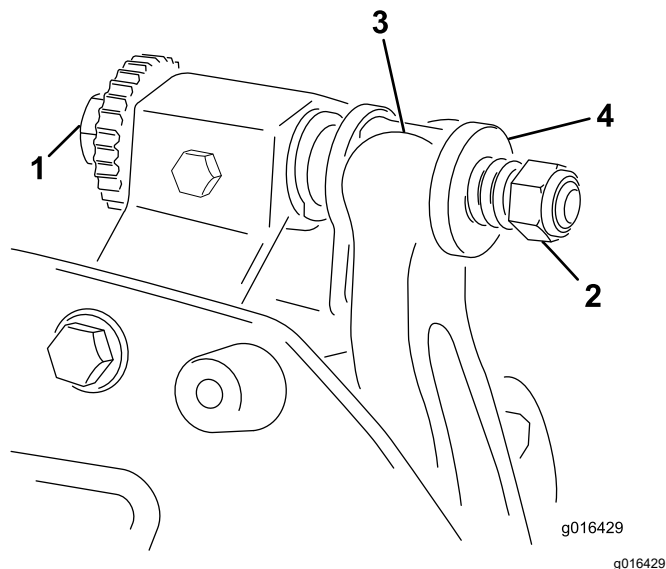

Figure 17
1. Tournez la vis de réglage de la barre d'appui dans le sens antihoraire pour éloigner la contre-lame du cylindre (**Figure 17**).
2. Faites sortir l'écrou de tension du ressort jusqu'à ce que la rondelle ne soit plus tendue contre la barre d'appui (Figure 17).
- Montez l'ensemble barre d'appui/contre-lame en positionnant les languettes de montage entre les rondelles et la vis de réglage de la barre d'appui (Figure 17).